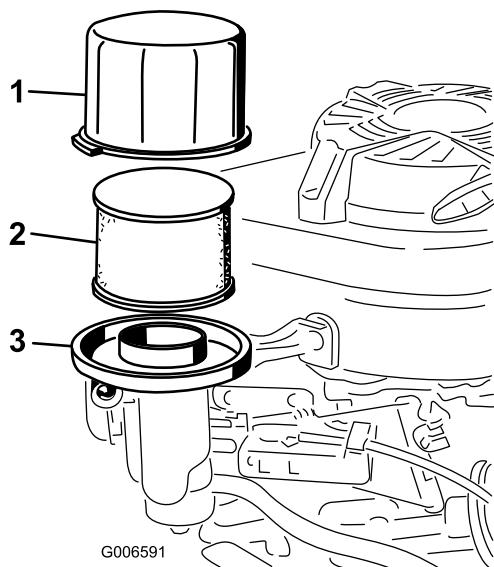

Bild 27
3. Entfernen Sie die Abdeckung und reinigen Sie sie gründlich (Bild 27).
4. Nehmen Sie den Schaumvorfilter aus dem Papierfilter (Bild 27) und tauschen ihn aus, wenn er zu stark verschmutzt ist.